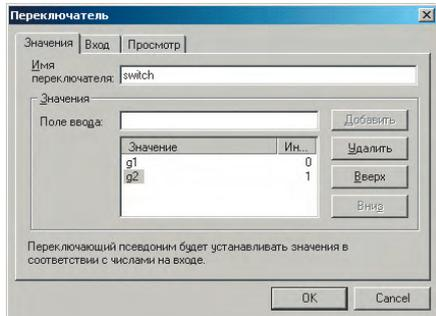

Рис. 9. Создание переключающего псевдонима
1. Для создания переключающего псевдонима нажмите кнопку  в инструментальной панели DataWorX32. На экран монитора будет выведена диалоговая панель **Создание переключающего псевдонима**, как показано на рис. 9.